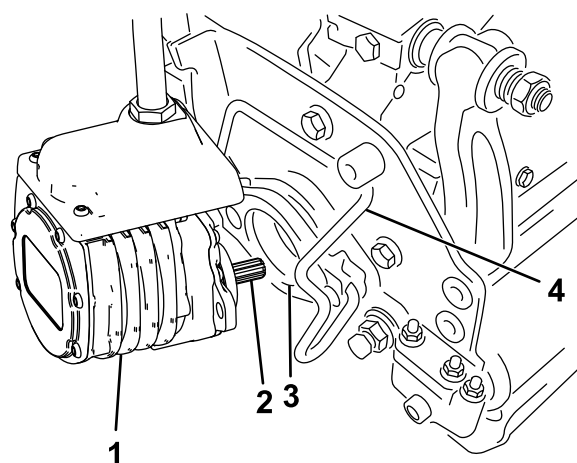

Figure 70
5. Enduisez de graisse propre l'arbre cannelé du moteur de l'unité de coupe (Figure 70).
6. Insérez le moteur dans le côté gauche de l'unité de coupe (vu par rapport à la position de l'utilisateur) et tirez la barre de retenue du moteur, située sur l'unité de coupe, vers le moteur jusqu'à ce que vous entendiez un déclic des deux côtés du moteur (Figure 70).